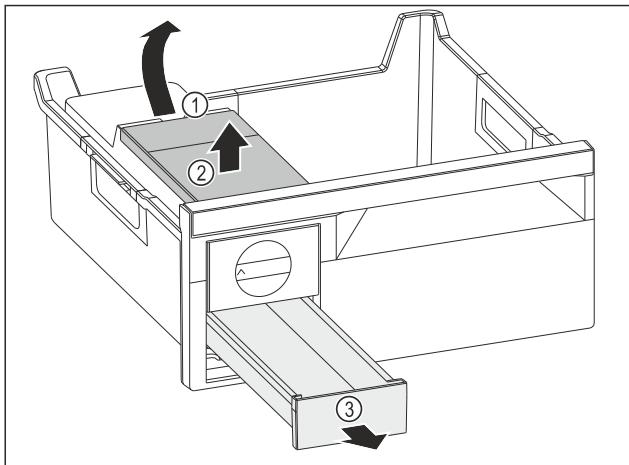

Fig. 110
- Scoaterea rezervorului de apă: Ridicați rezervorul de apă de la degajare Fig. 110 (1).
- Scoateți rezervorul de apă Fig. 110 (2) în sus.
- Scoateți sertarul pentru cuburi de gheăță Fig. 110 (3) spre înainte.